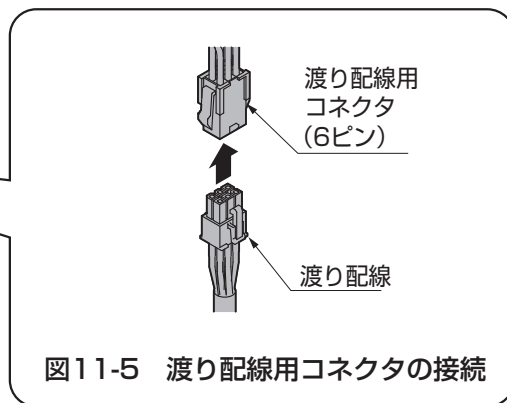

図11-5 渡り配線用コネクタの接続
- ③2モータの場合、渡り配線用コネクタ (6ピン) に渡り配線を接続してください。(図11-5参照)